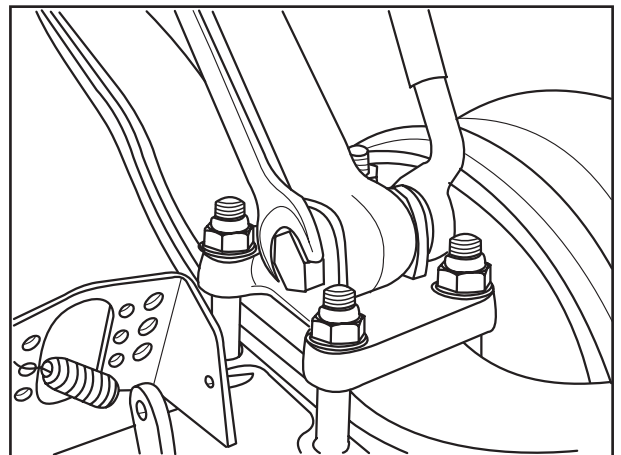

Fig. 2
- [2] Sicherungsmuttern von den Befestigungsschrauben an den Federplatten abschrauben (Fig. 2) und Befestigungsschrauben herausziehen.
[2] Unscrew locking nuts from the securing bolts at the spring plates (Fig. 2) and remove securing bolts.
[2] Dévisser les écrous de sûreté des vis de fixation des plaques de ressort (fig. 2) et extraire les vis de fixation.